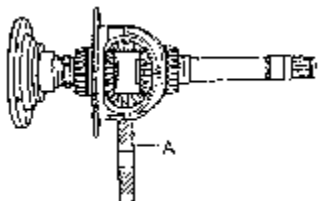

图 7-189 装入伞齿轮轴
(7) 用螺栓和螺纹块将太阳齿轮锁定在法兰轴上。通过转动 180° 装入行星齿轮, 并使它在法兰轴上正确定位。
(8) 小心地敲入伞齿轮的轴 A, 不要损坏单片止推垫圈, 如图 7-189 所示。